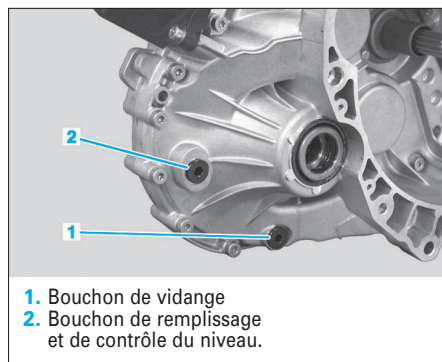

FIG. 1
- Vidanger la boîte de vitesses (Fig.1).